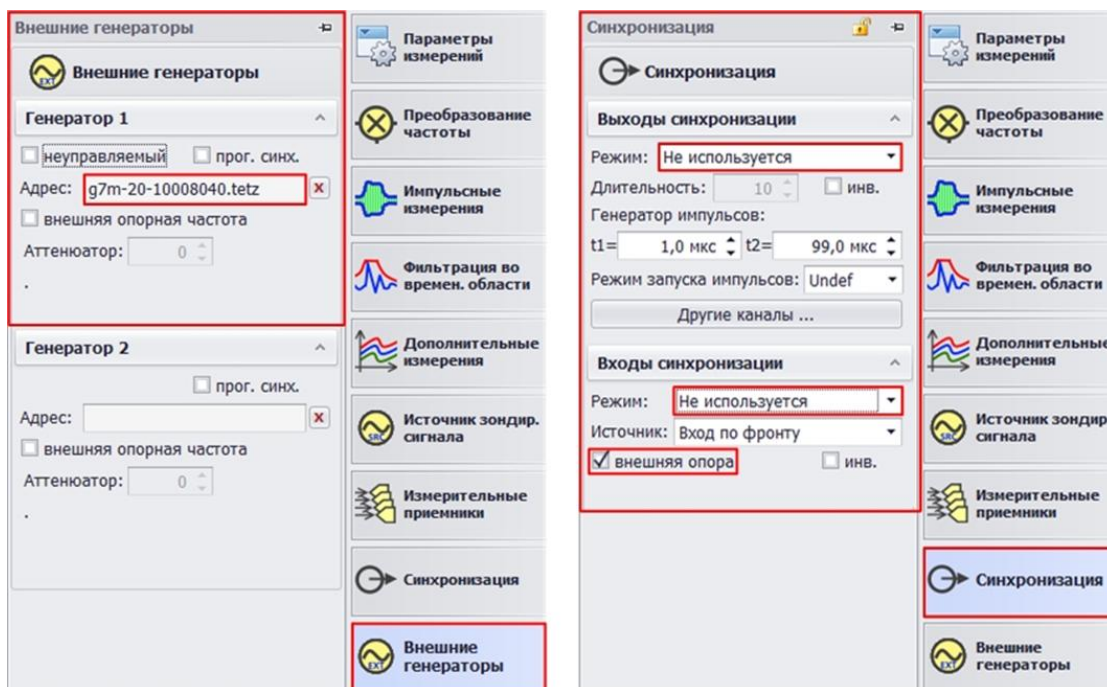

Рис. 21. Подключение генератора и настройка синхронизации
8. В окне «Внешние генераторы» подключите генератор, используемый в качестве гетеродина. В окне «Синхронизация» настройте синхронизацию ВАЦ и генератора (рис. 21). Установите флажок «внешняя опора». Используйте генератор серии «Г7М-20». **Синхронизация по опорному сигналу ВАЦ и генератора для измерения устройств с преобразованием частоты обязательна;**